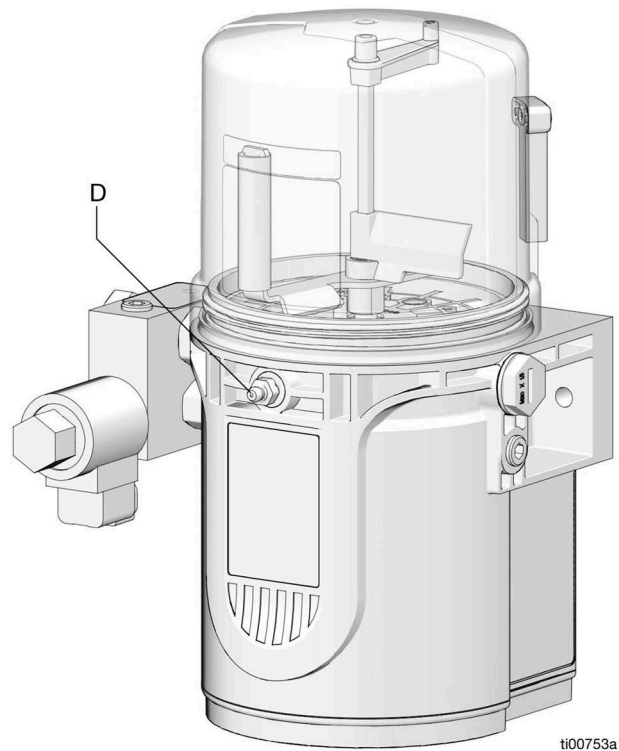

FIG. 8
- Toujours nettoyer le raccord (D) avec un chiffon propre et sec avant de remplir le réservoir. La poussière et/ou des débris peuvent endommager la pompe et/ou le système de lubrification.
1. Raccorder le flexible de remplissage à un raccord de remplissage Zerk d'entrée (D) (FIG. 8).